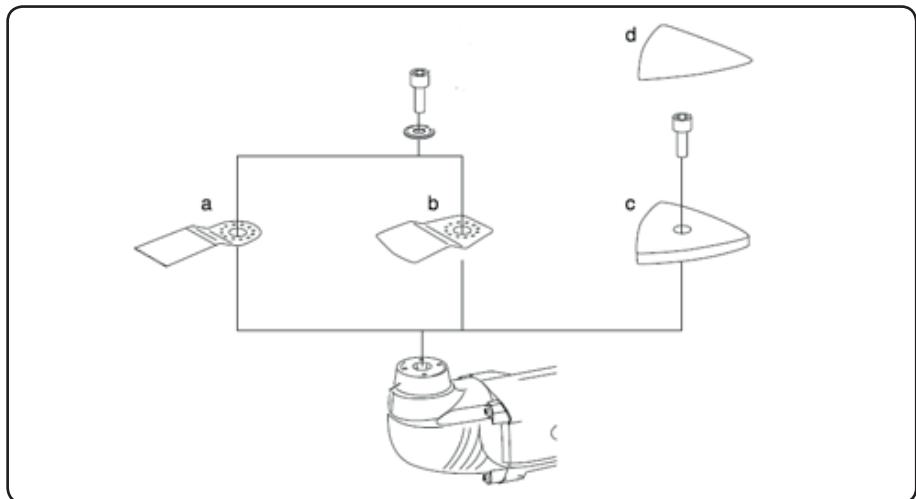

Abb.8
- ⇒ Das Werkzeug wird nach dem Aufsetzen mit einer Spannunterlage und Befestigungsschraube mit Hilfe eines Sechskantschlüssels befestigt. Zur Sicherung der Delta-Schleifplatte wird nur die Befestigungsschraube ohne Spannunterlage benutzt, siehe Abb. 8.